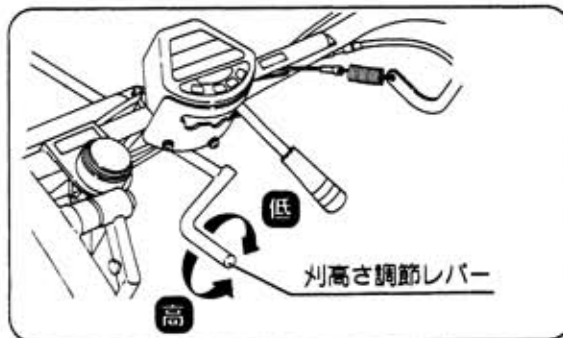

図31
- 2 刈高さ調節レバーを調節して、草刈・つる刈高さを決めます。(図31)